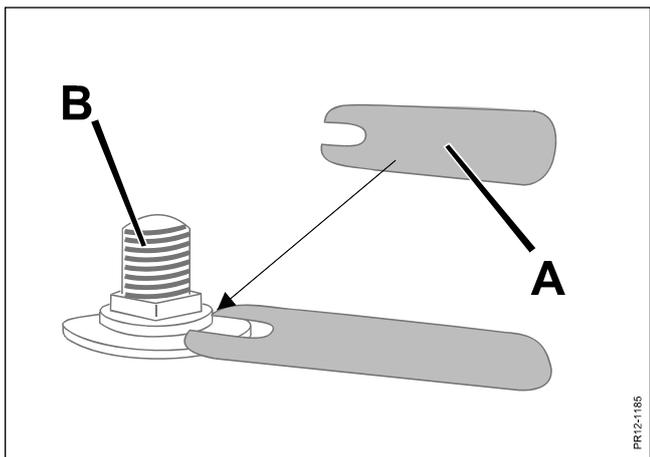

Fig. 5-9
- Fig. 5-9** Bei Messerwechsel alle Messerbolzen **B** an den Scheiben mehrmals mit der Kontrolllehre **A** kontrollieren (in dem Ersatzteilkpaket enthalten).